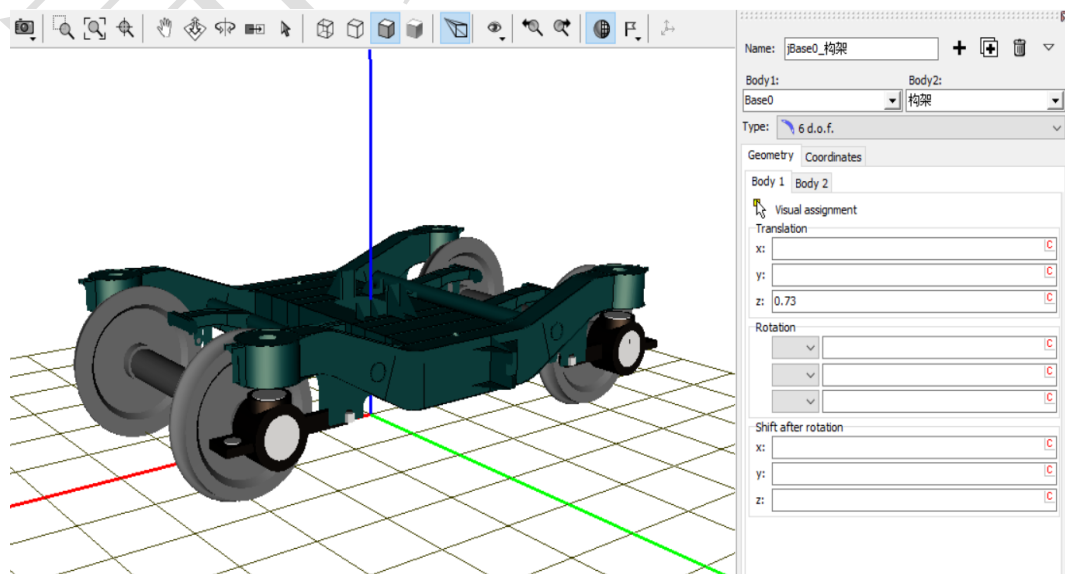

图 3-10
- 17) 创建第五个铰，**Body1** 选择 **Base0**，**Body2** 选择**构架**，类型为 **6 d.o.f.**，铰点坐标分别为 $(0, 0, 0.73)$ 和 $(0, 0, 0)$ 。切换到整体视图，如图 3-10。